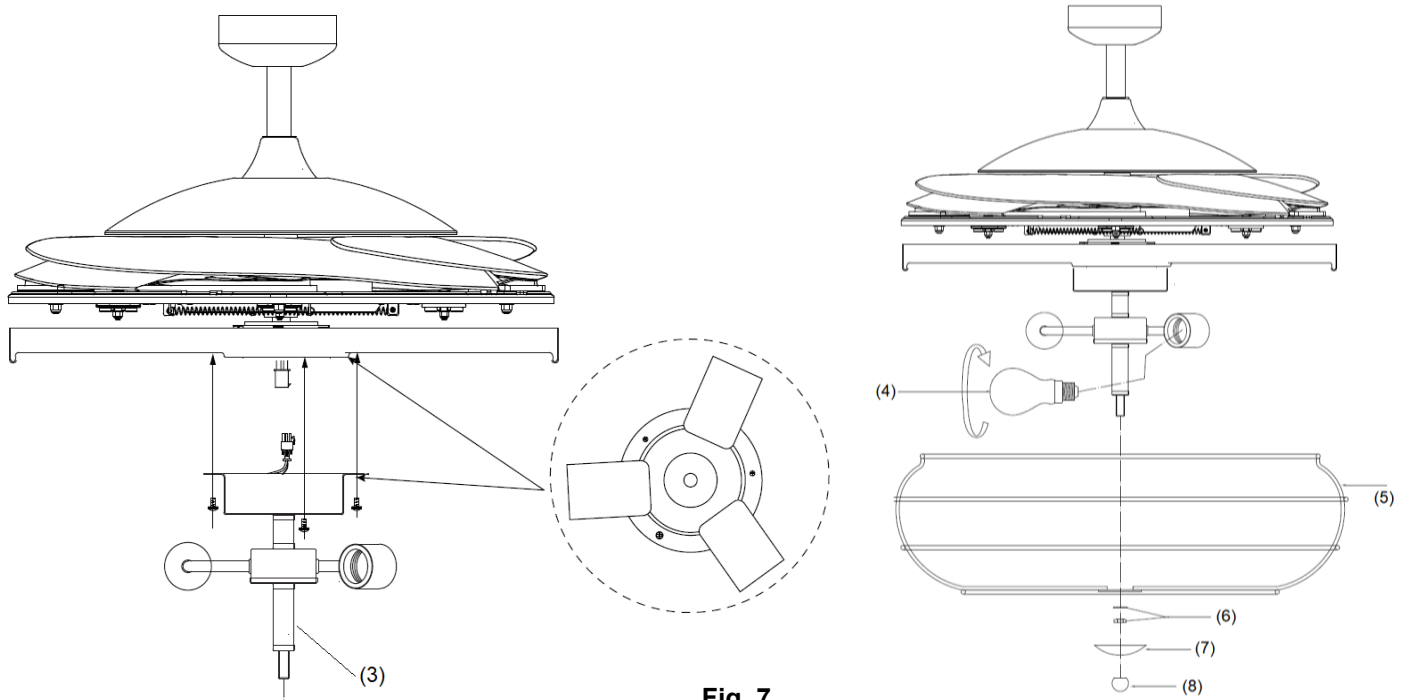

Fig. 7
4. Reliez le connecteur rapide au porte-lampe (3). (Fig. 7)
5. Fixez le porte-lampe (3) au support de kit d'éclairage en serrant les 3 vis. Évitez de trop serrer.
6. Installez les ampoules (4) (non fournies) dans les culots. Ne dépassez pas la puissance nominale maximale.
7. Installez l'abat-jour, suivi de la rondelle et de l'écrou (6). Serrez l'écrou (6).
8. Installez le cache décoratif (7) en serrant l'écrou (8).